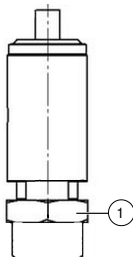
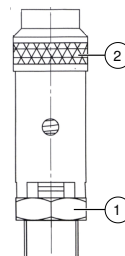

Fig. 26 : Soupape de sécurité - Raccord de 1/4"
Fig. 27 : Soupape de sécurité - Raccord de 1/2"
2. Ouvrez la soupape de sécurité pendant quelques secondes en tournant l'écrou moleté (Fig. 27 à la page 45) dans le sens antihoraire. Pendant ce processus, la fermeture de la soupape de sécurité s'ouvre et de l'air doit s'échapper.
1. Placez une clé à fourche à la surface de la clé (voir pos. 1, Fig. 26 à la page 45 et Fig. 27 à la page 45) et dévissez la soupape de sécurité par une rotation vers la gauche.